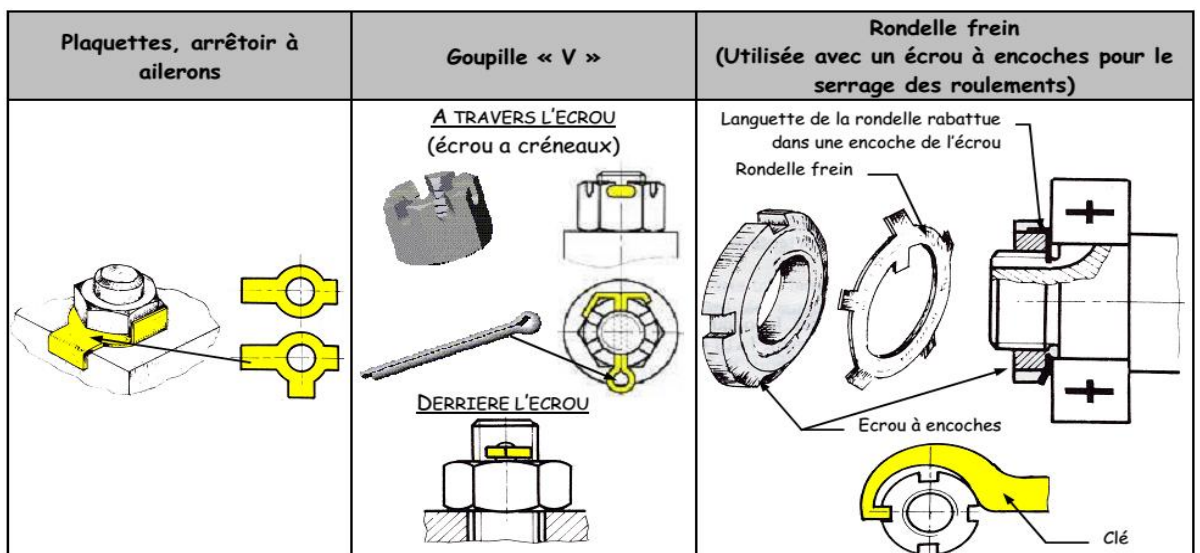

Fig. 6 : Eléments de freinage
B. Par obstacle (sécurité absolue) : (fig. 6)